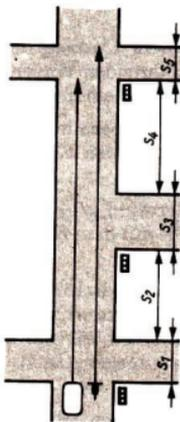

Bild 6
- 2.7 An einer Hauptverkehrsstraße folgen drei mit Ampeln besetzte Kreuzungen aufeinander. Die erste Querstraße ist 12 m breit, die zweite 18 m und die dritte 10 m. Die Abstände zwischen den Querstraßen betragen 520 m und 640 m (Bild 6). Die erste Ampel leuchtet 30 s lang grün; die zweite wird 47,3 s nach der ersten auf Grün geschaltet, und zwar für 20 s. Die dritte Ampel wird 60,5 s nach der zweiten umgeschaltet und bleibt 20 s lang grün.